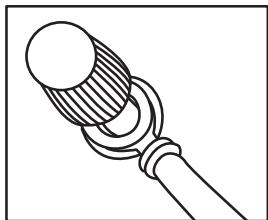

Fig. 1
- Desserrez l'écrou rouge **16** du convertisseur de tension **1**. Faites passer l'anneau à fourche rouge du câble avec prise pour allume-cigare de voiture 12 V **12** avec l'ouverture sur le raccord vissé **7** (cf. fig. 1). Veillez à ce que la rondelle se trouve entre l'anneau à fourche et l'écrou **16**.
- Desserrez l'écrou noir **17** du convertisseur de tension **1**. Faites passer l'anneau à fourche noir du câble avec prise pour allume-cigare de voiture 12 V **12** avec l'ouverture sur le raccord vissé 12 V **8** (cf. fig. 1). Veillez à ce que la rondelle se trouve entre l'anneau à fourche et l'écrou **17**.
Faites passer l'anneau à fourche rouge du câble avec la pince rouge **10** sur le raccord vissé 12 V **7** (cf. fig. 1). Veillez à ce que la rondelle se trouve entre l'anneau à fourche et l'écrou **16**.
Faites passer l'anneau à fourche noir du câble avec la pince noire **11** sur le raccord vissé **8** (cf. fig. 1). Veillez à ce que la rondelle se trouve entre l'anneau à fourche et l'écrou **17**.